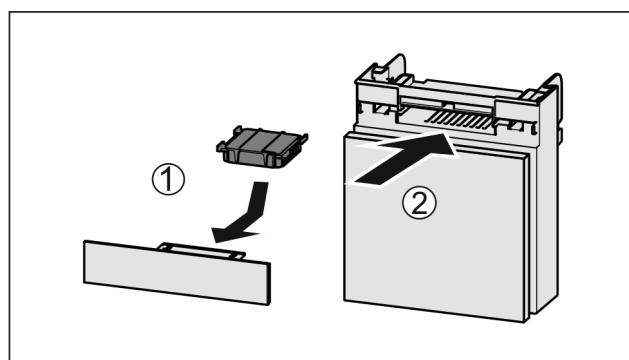

Fig. 136
- ▶ Filtr s aktivním uhlím vložte podle vyobrazení Fig. 136 (1).
- ▶ Zásuvku zasuňte Fig. 136 (2).